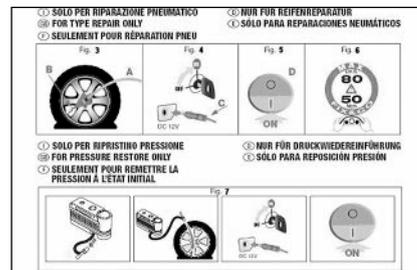

fig. 13
- pieghevole informativo (vedere **fig. 13**), utilizzato per un pronto uso corretto del kit di riparazione rapida e successivamente consegnato al personale che dovrà maneggiare il pneumatico trattato con il kit di riparazione pneumatici